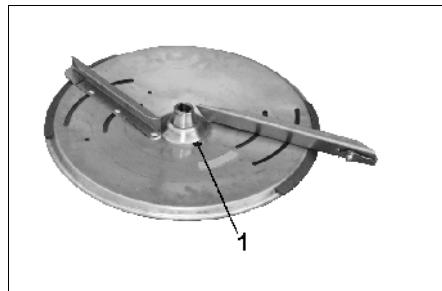

Рис. 54
- Распределяющий диск проверните таким образом, чтобы отверстие диска Ø 8 мм (Рис. 54/1) было направлено к центру машины.